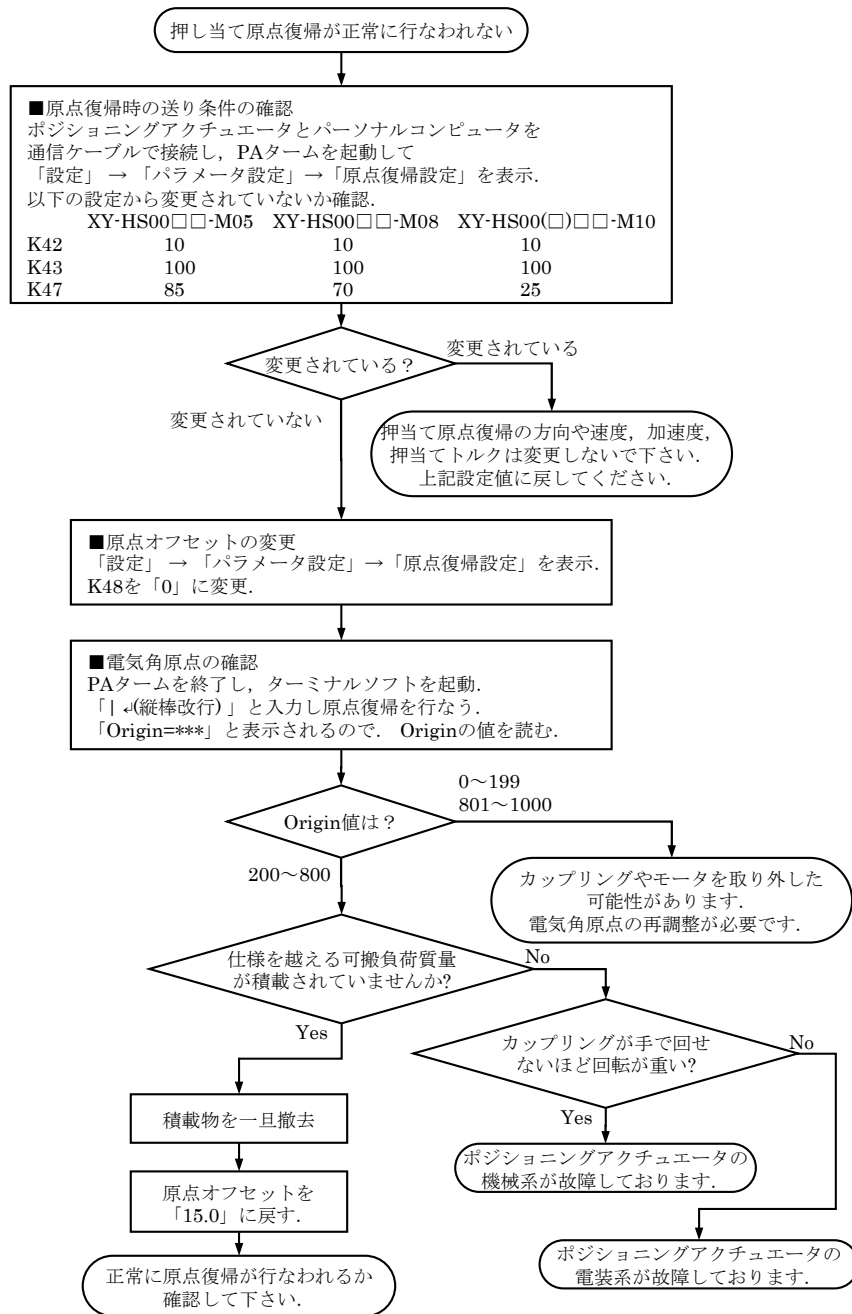

図 11.7 原点復帰が正常に行われない場合の確認フロー
- 押し当て原点復帰時に以下の現象が生じ、原点復帰が正常に行われない場合は、図 11.7 に示すフローに従い原因を確認してください。